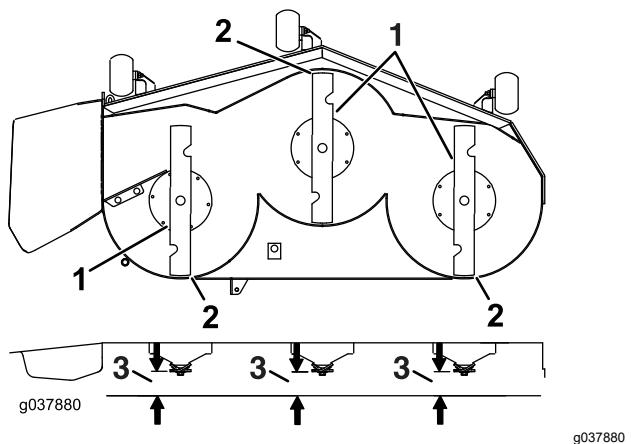

Figura 85
7. Controllate il livello della lama in direzione longitudinale (Figura 85). Accertate che la punta della lama anteriore sia più bassa della punta della lama posteriore mostrata nella tabella dell'angolo di spoglia e dell'altezza del blocco. Per eventuali regolazioni, continuate la procedura.